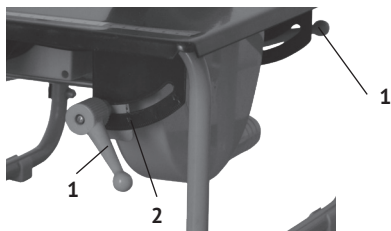

рис. 4
2.1.4 Установка угла резки (см. рис.4):
- ослабить рукоятки (рис.4 поз.1) фиксации угла наклона (с двух сторон пилы);
- поворачивая пластину с двигателем и диском влево, выставить по шкале (рис.4 поз.2) нужный угол наклона диска по отношению к плоскости рабочего стола;